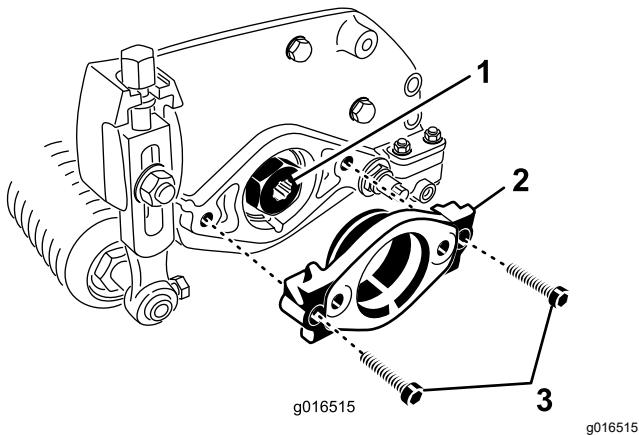

Bild 7
- Nehmen Sie die zwei Inbusschrauben ab, mit denen die Motorbefestigung am linken Ende der Schneideeinheit befestigt ist. Nehmen Sie die Motorbefestigung ab (Bild 7).
- Schmieren Sie die Antriebskupplung innen mit Fett ein (Bild 7).
- Schmieren Sie am linken Ende der Schneideeinheit etwas Öl auf den O-Ring und befestigen Sie die Motorbefestigung mit den zwei vorher entfernten Inbusschrauben (Bild 7). Ziehen Sie die Schrauben auf 16-20 N·m an.